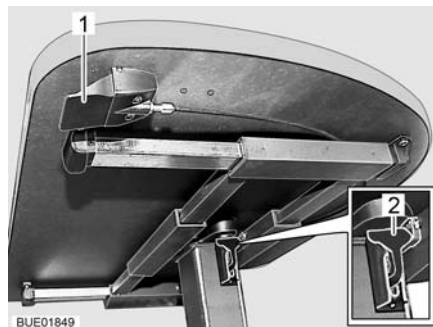

Fig. 58 Tavolo rialzabile con tasto di sblocco
- Tirare o spingere la leva di serraggio (Fig. 58,2) verso il basso.
- Premere verso l'alto la leva di serraggio (Fig. 58,2).
- Premere e tenere premuto il tasto di sblocco (Fig. 58,1). Il piano del tavolo va automaticamente verso l'alto fino al fine corsa.
- Rilasciare il tasto di sblocco (Fig. 58,1). Il piano del tavolo rimane nella posizione selezionata.
- Premere e tenere premuto il tasto di sblocco (Fig. 58,1).
- Rilasciare il tasto di sblocco (Fig. 58,1). Il piano del tavolo rimane nella posizione più bassa.